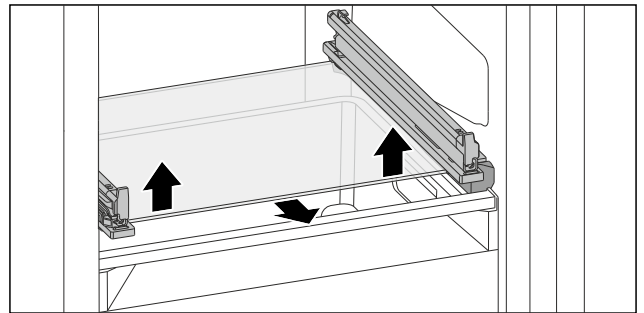

Fig. 108 Glasplatte des abklippbaren Schubfachs
- Glasplatte von unten beidseitig nach oben drücken. (siehe Fig. 108)